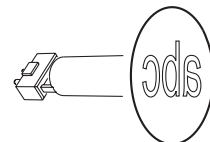
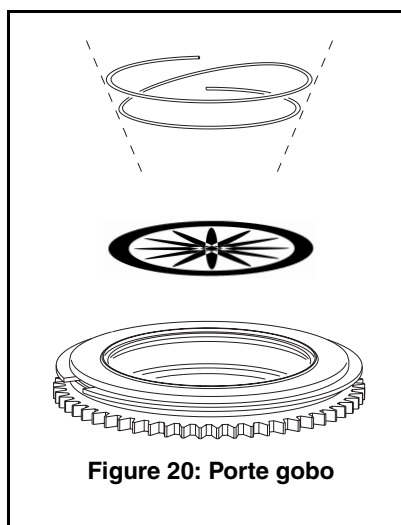

Figure 17. Orientation correcte des gobos
Figure 20: Porte gobo
Les orientations montrées en Figure 17 sont correctes dans la plupart des cas. Toutefois, consultez votre revendeur Martin ou votre fabricant de gobos en cas de doute sur l'orientation d'une modèle particulier de gobo.
L'orientation des gobos est critique. Lisez attentivement les conseils en Figure 17 avant d'installer un gobo.
7. Voir Figure 20. Avec un petit tournevis, décoincez l'extrémité du ressort opposé au gobo. Dégagez le ressort. Dégagez le gobo de son support et remisez-le sur une surface propre et douce.
8. Insérez le nouveau gobo, le côté qui doit faire face à la lampe tourné vers le haut, vers le ressort (voir Figure 20 et Figure 17).
9. Insérez le ressort, son côté serré contre le gobo comme indiqué en Figure 20. Pour identifier le 'côté serré', aplatissez le ressort : le côté serré se trouve au centre. Bloquez l'autre extrémité sous le rebord du porte-gobo.